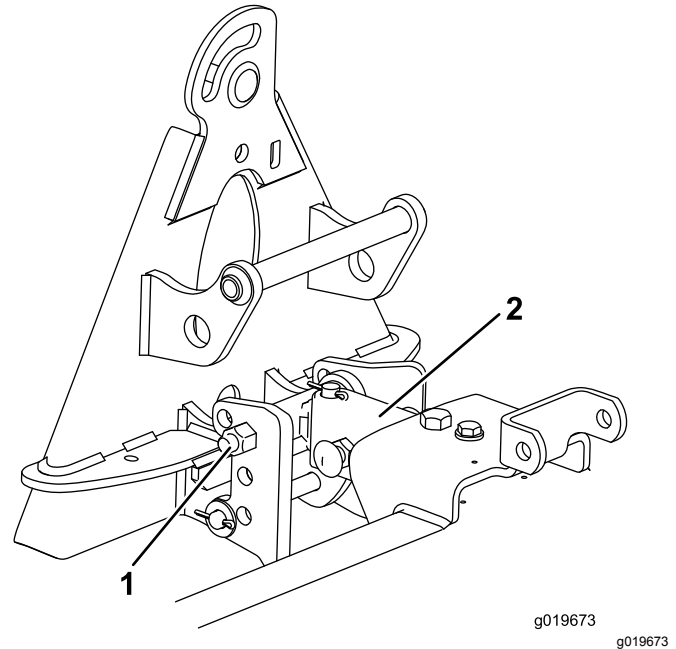

Bild 11
1. Befestigen Sie die Anbauvorrichtung in den oberen Löchern der Anschlaghalterung (Bild 11).
2. Fluchten Sie die längere Seite des Anhängerkupplungsrohrs nach oben aus und montieren Sie es an der Unterseite des Hängeprofils (Bild 11).